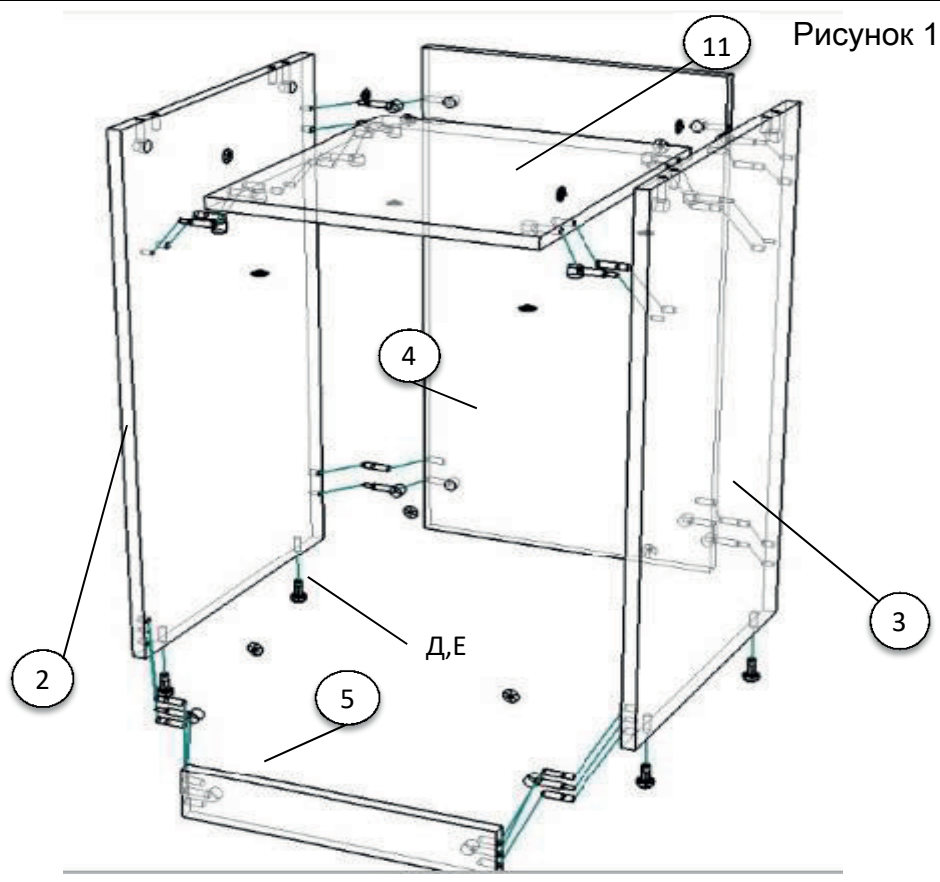

Рисунок 1
- 3.Боковину левую(2) и Боковину правую (3) соедините с Задней стенкой (4),Цоколь (5),Полка (11).Поверните эсцентрики на 180 град. до упора.(Рис.1).